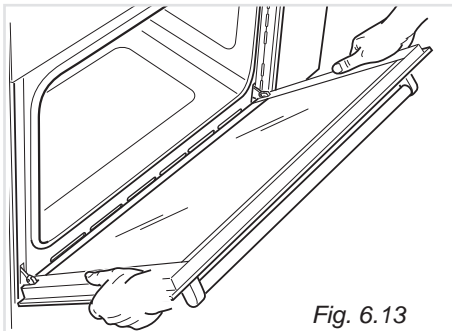

Fig. 6.13
- Hold ovnsdøren som vist på Fig. 6.13.